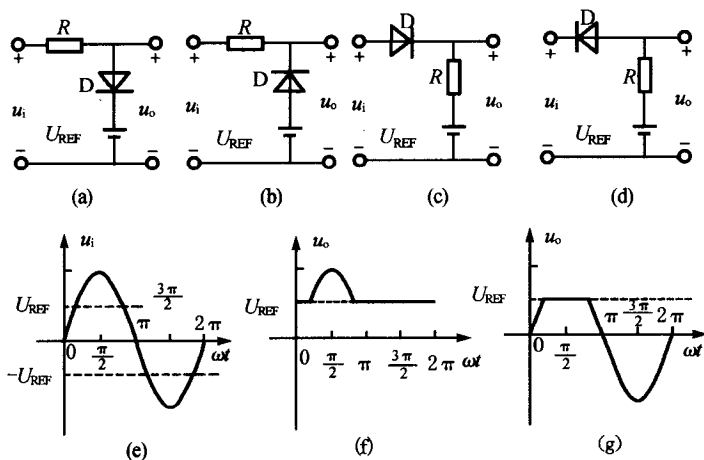

图 14.10
14.2.4 如图 14.10(a)、(b)、(c)、(d) 所示的各限幅电路, 设二极管是理想的, 试画出当输入电压 u_i 为图(e) 所示的正弦信号时, 各自的输出电压波形。